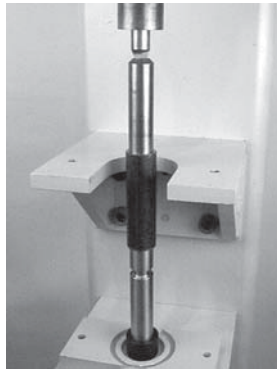

Figura 69
4. Con la ayuda de una prensa de husillo o un dispositivo similar, presione e inserte el cojinete en el eje de la polea (**Figura 69**).